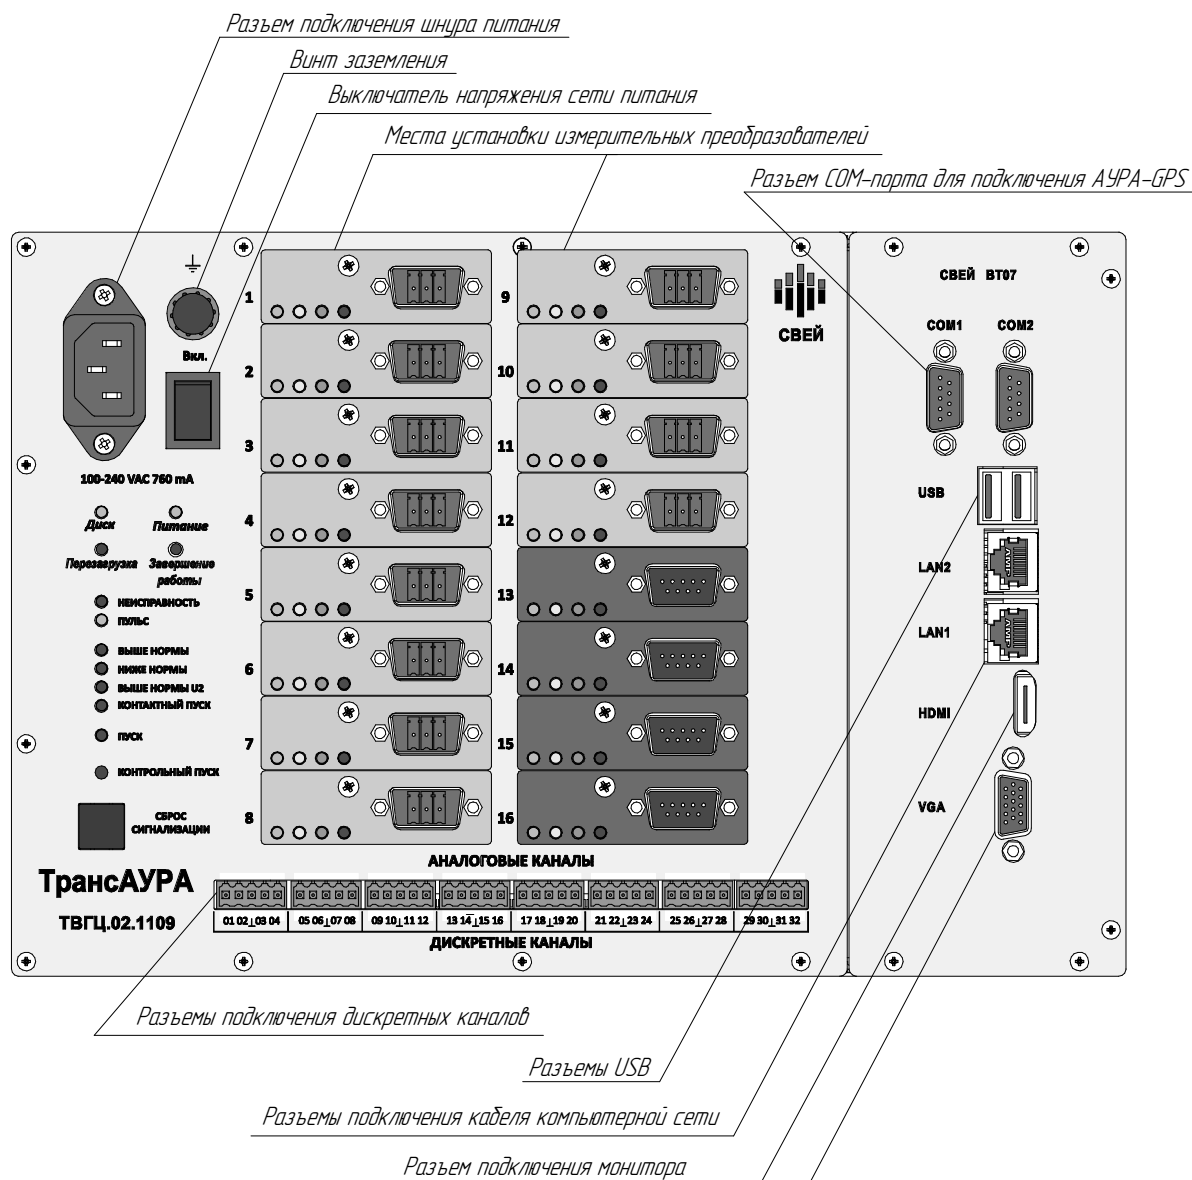

Рисунок 6. Лицевая панель регистратора
1.4.1.5 На лицевой панели системного блока (рисунок 6) расположены